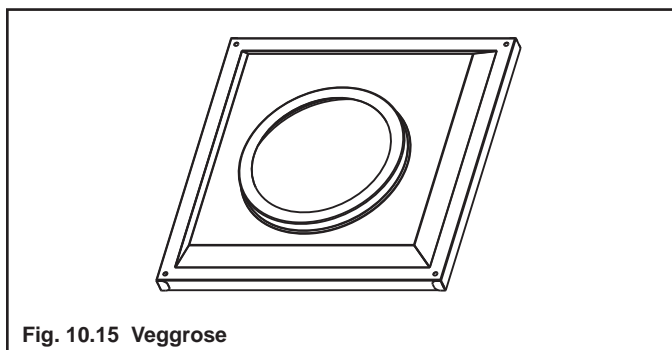

Fig. 10.15 Veggrose
- Når rørdelen og avslutningen er tilkoblet, gli veggrosen oppover innerveggen overflate og sett fast med de skruene som medfølger. Se Fig. 10.15.